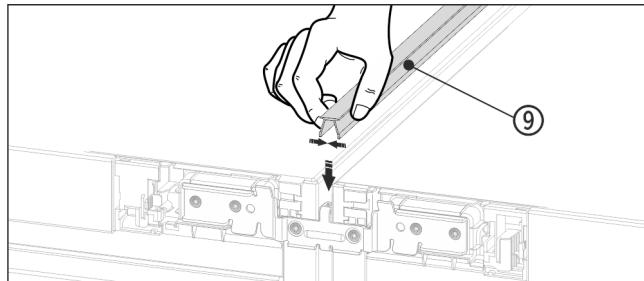

Fig. 19
- ▶ От горната страна притиснете късата покривна лайстна Fig. 19 (9) в хоризонталния процеп.